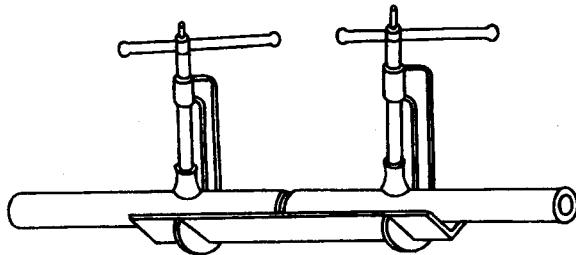
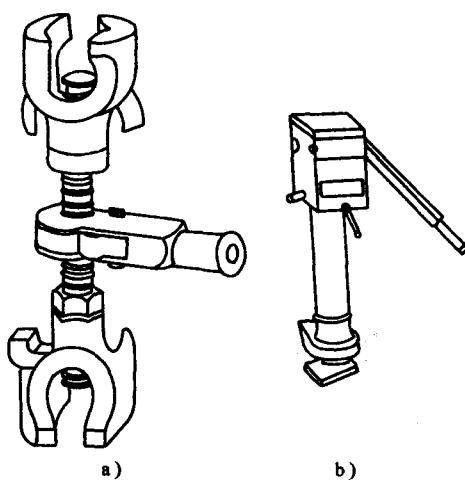
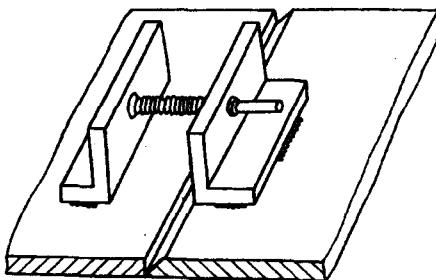

图 1-10 螺旋压紧装置
图 1-11 千斤顶
图 1-12 螺旋拉紧器
1) 装配、定位装置 采用合理的装配、定位装置可以提高焊缝质量和减轻工人的劳动强度。图 1-10 为装配两根管子用的螺旋压紧装置；图 1-11 为装配时起支撑作用的千斤顶；图 1-12 为装配板料用的螺旋拉紧器。装配、定位装置种类繁多，在生产中可以根据产品特点自行设计制造。